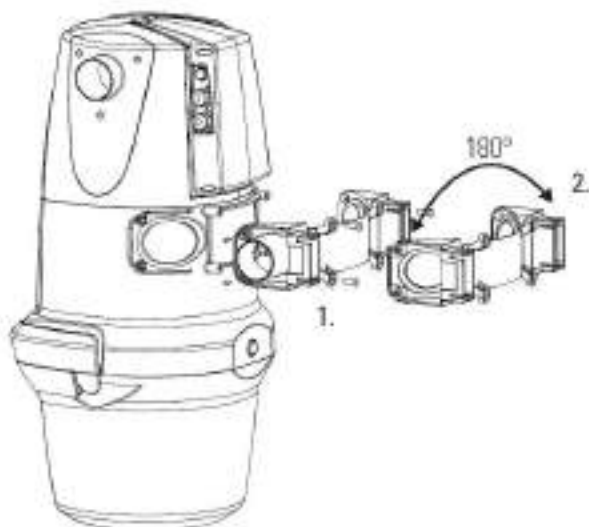

Figura 13
1. Svitare le viti e togliere l'aggancio/ingresso reversibile. (Figura 13)
2. Ruotare di 180° l'aggancio/ingresso reversibile. (Figura 13)